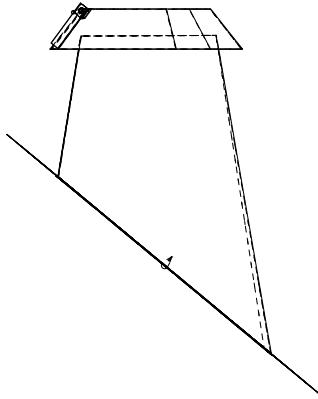

FIGURE 15 POSITION DU COLLET DE SOLIN
8. Placez le collet de solin par-dessus la cheminée et le solin (voir la Figure 15). Scellez le solin autour de la cheminée avec un produit d'étanchéité à base de silicone (NE PAS utiliser de goudron à couverture).